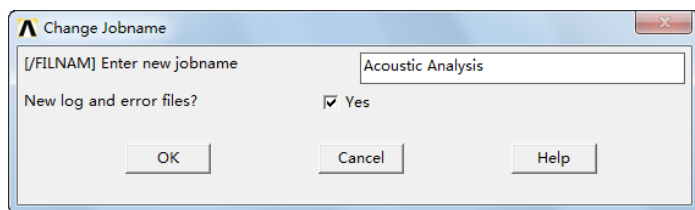

图 11-8 “Change Jobname”对话框
①定义工作文件名: 依次选择 Utility Menu→File→Change Jobname, 会出现“Change Jobname”对话框, 在对话框中输入工作文件名“Acoustic Analysis”, 并将“NEW log and error files?”设置为“Yes”, 如图 11-8 所示, 单击“OK”按钮关闭对话框。